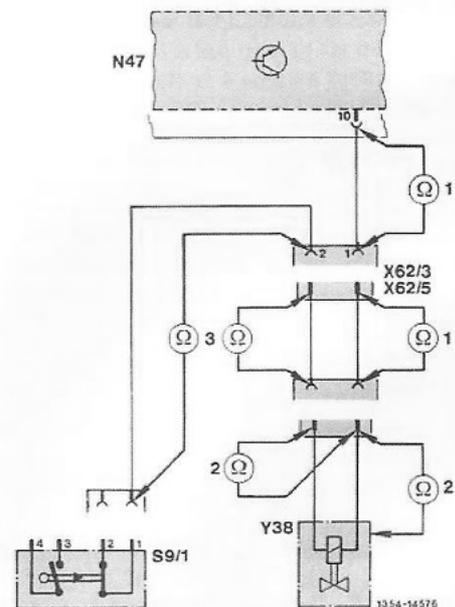

Figure 69
3. A l'aide d'une fiche de ϕ 2,5 mm, contrôler la continuité du câble blanc entre le raccord enfichable de l'électrovanne et le contacteur de feux de stop (S9/1) (borne 1). Remédier si nécessaire. Résistance $< 1 \Omega$ (figure 69).